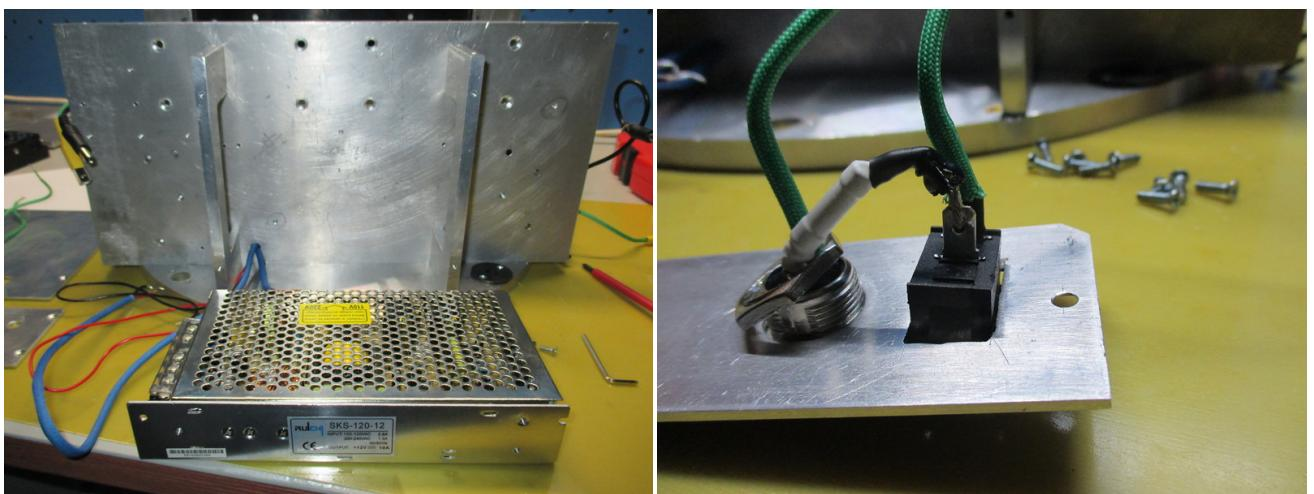

Рис. 20: Отсоединение блока питания и силовых элементов.
**9.** Ослабить винты на клеммнике блока питания. Отсоединить проводку и вынуть блок питания. На рис. 20 справа изображена крышка тумблера и разъема питания. Конфигурация разъема питания следующая: контакт 1 – заземление, 2 – нуль, 3 – фаза. Фазовый контакт посредством плавкого цилиндрического предохранителя на  $0.5 \div 1$  А соединяется с тумблером питания.